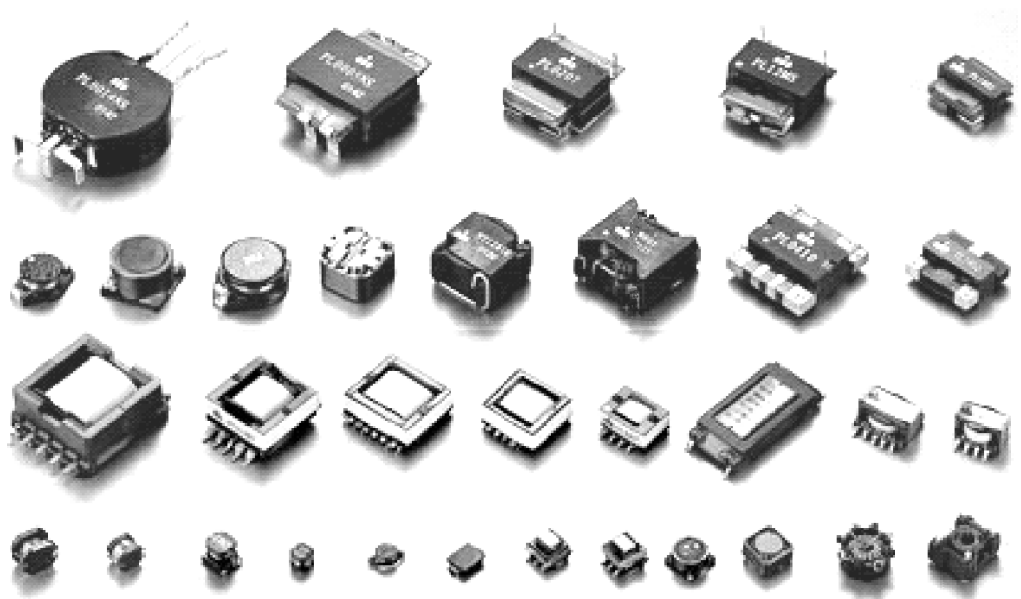

图 1-96 变压器
- 8) 按用途：电源变压器、调压变压器、音频变压器、中频变压器、高频变压器、脉冲变压器。不同类型的变压器如图 1-96 所示。